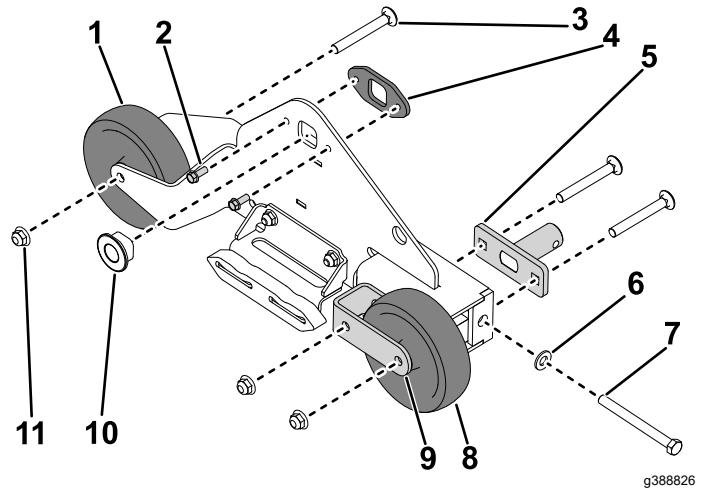

Bild 2
1. Entfernen Sie die Schlossschraube ($\frac{3}{8}$ " x 3"), die Spannbuchse und die Sicherungsmutter ($\frac{3}{8}"), mit denen das linke Bugrad an der Raupenstütze befestigt ist (Bild 2). Nehmen Sie das Rad ab.$
2. Entfernen Sie die Schlossschraube ($\frac{3}{8}$ " x 3"), die Spannbuchse und die Sicherungsmutter ($\frac{3}{8}"), mit denen das rechte Bugrad an der Bugradgabel und an der Raupenstütze befestigt ist (Bild 2). Nehmen Sie das Rad ab.$
3. Entfernen Sie die Schlossschraube ($\frac{3}{8}$ " x 3") und die Sicherungsmutter ($\frac{3}{8}"), mit denen das Bugrad an der Raupenstütze befestigt ist. Entfernen Sie die Bugradgabel an der Raupenstütze (Bild 2).$
4. Entfernen Sie die Achsbuchse (Bild 2).
5. Entfernen Sie die beiden Schrauben ($\frac{1}{4}$ " x $\frac{5}{8}"), mit denen die Achsbuchsenhalterung an der Raupenstütze befestigt ist. Entfernen Sie die Achsbuchsenhalterung (Bild 2).$
6. Entfernen Sie die Schraube ($\frac{3}{8}$ " x 4"), die Spannbuchse und die Unterlegscheibe ($\frac{3}{8}"), mit denen der Spanner an der Bugradhalterung befestigt ist (Bild 2). Entfernen Sie den Spanner.$